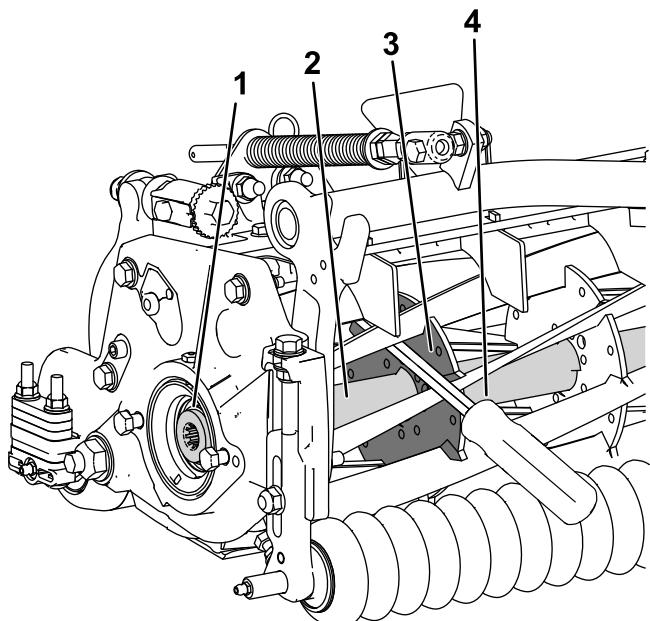

Рисунок 32
1. Вставьте монтировку с длинной ручкой (рекомендуется использовать монтировку размером $\frac{3}{8}$ x 12 дюймов с рукояткой, как у отвертки) через переднюю часть барабанного режущего блока и максимально близко к боковой части режущего блока, к которому вы прилагаете крутящий момент (Рисунок 32).
2. Установите монтировку так, чтобы она была прижата к сварной стороне внутреннего усиливающего компонента барабанного режущего блока (Рисунок 32).